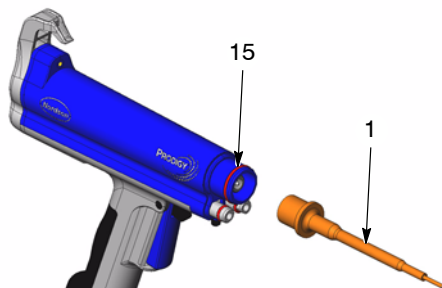

Bild 25 Demontering av motståndshållare
6. Se bild 25. Skruva av motståndshållaren (1) från spänningsmultiplikatorn (15).
4. Se bild 25. Skruva fast motståndshållaren på multiplikatorn.